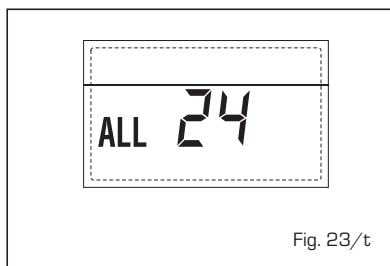

Fig. 23/t
**- ANOMALÍA AVERÍA Sonda CALENTADOR SOLAR S2 "ALL 25" (fig. 23/u)**